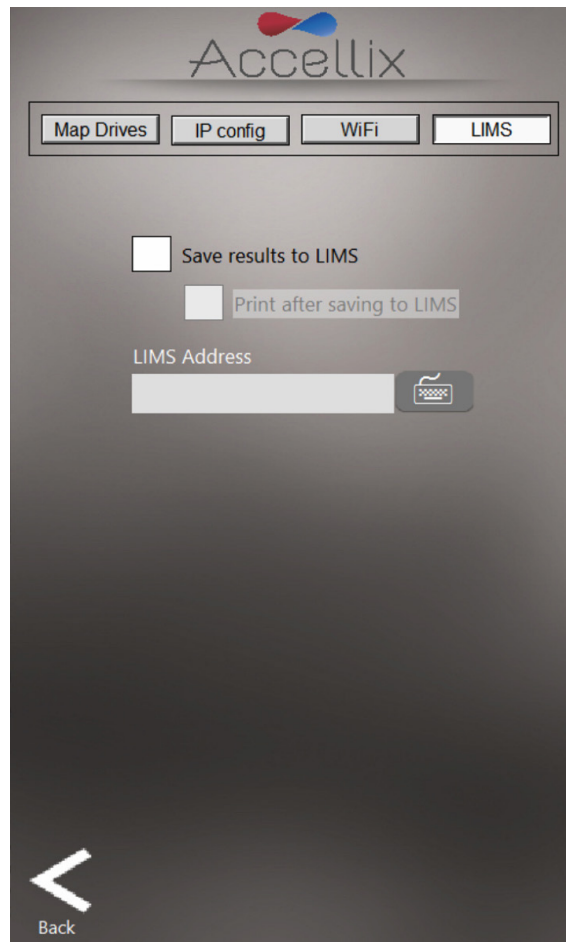

Figure 27 : écran Réseau : onglet SGIL
4. Pour configurer un système afin qu'il enregistre les données dans le SGIL, sélectionner l'onglet LIMS (SGIL) (Figure 27). Pour permettre au système d'enregistrer des données dans le SGIL :